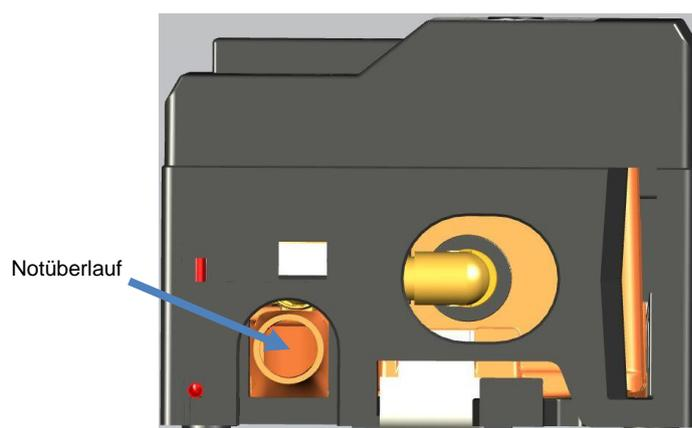

Abbildung 9: Anschluss Notüberlauf
- Das DN 50 Ablaufrohr des Gerätes (siehe Abbildung 9) über eine freie Fallstrecke von mindestens 50 mm und einem nachgeschalteten DN70-Trichter in Kanal oder Hebeanlage einleiten.